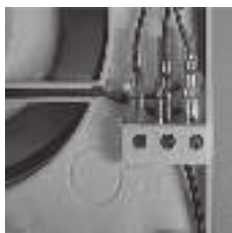

рис.1
1. Подключить фазный провод через выключатель на клемму L вентилятора (рис.1).